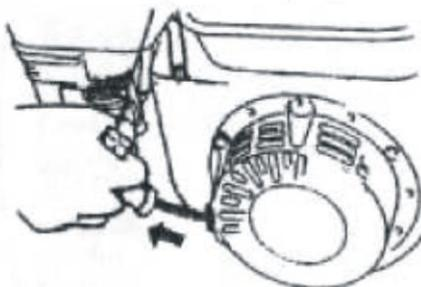

Рис.16
- б) Поверните выключатель двигателя в положение «ON» («Вкл.») (Рис. 16)